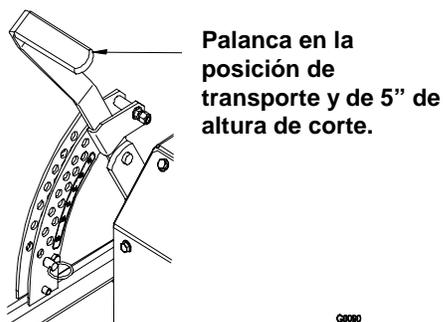

FIGURA 6
- c) Levante la plataforma a la posición de transporte (también es la posición de corte de 5" (12.7 cm.) de altura). Vea Figura 6.